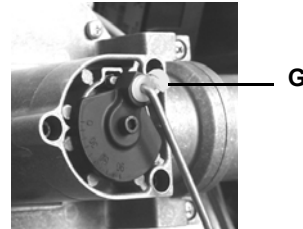

Fig. 49
- 1 Sbloccare, tramite il gancio in plastica **G**, il tirante **T** (Fig. 48 - Fig. 49) di regolazione della farfalla gas ed estrarlo dalla sua sede tirando verso l'esterno.